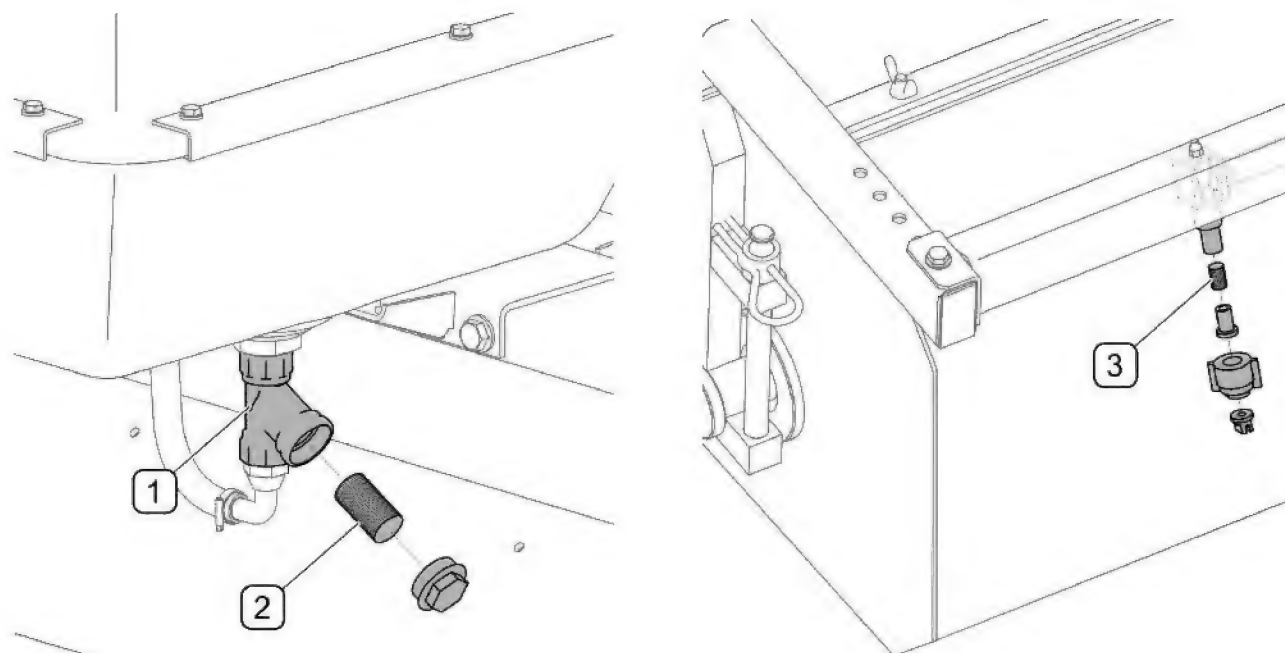

FIGURE 5.10A FILTRE D'EAU DANS LE SYSTEME D'ARROSAGE
L'entretien du système d'arrosage consiste à la vérification périodique de l'installation d'eau, ainsi qu'au nettoyage (FIGURE 5.10A) des filtres d'eau (2) et (3).
(1) - filtres d'eau; (2) - cartouche crépine du filtre d'eau; (3) - filtre crépine de l'arroseur
Le système d'arrosage consiste à deux filtres d'eau (2) situés sous le réservoir d'eau et captant les contaminations mécaniques, et aux filtres crépine (3) placés sur chaque arroseur (FIGURE 5.10A). Pour nettoyer les filtres (2) il faut dévisser le bouchon et retirer la cartouche crépine (2), les laver ensuite à l'aide d'eau sous pression ou nettoyer à l'aide d'air comprimé. Après avoir inséré la cartouche et serré le bouchon, il faut vérifier l'étanchéité de raccord. Pour nettoyer le filtre crépine(3) de l'arroseur, il faut dévisser le boîtier et laver ensuite le filtre à l'aide d'eau sous pression ou nettoyer à l'aide d'air comprimé.. Avant le remontage s'assurer que la buse n'est pas bouchée.
En cas de dysfonctionnement de l'installation électrique du système d'arrosage, il faut tout d'abord contrôler le niveau de l'eau dans le réservoir et l'état de pollution des filtres (FIGURE 5.10A), ainsi que la correcte connexion du câble de commande avec interrupteur et du câble d'alimentation de la pompe en eau.